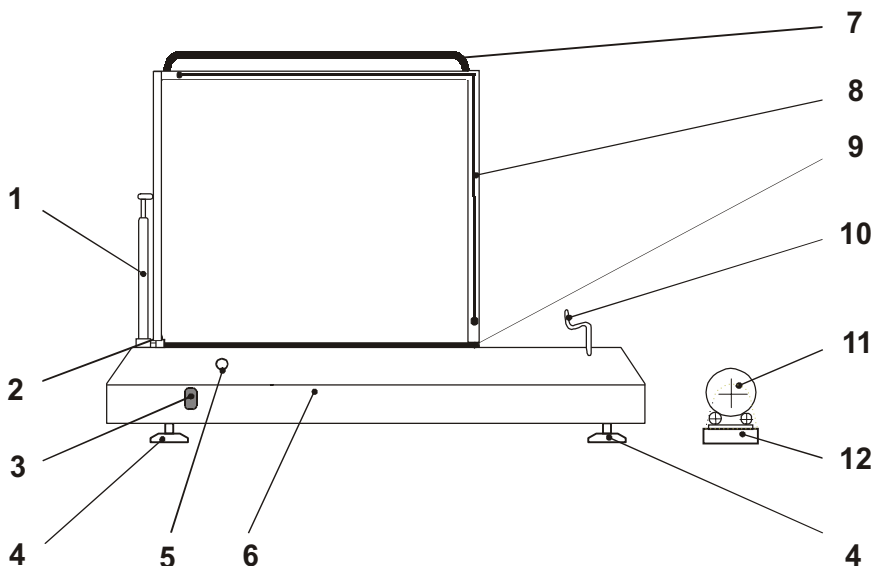

Рис. 1. Схема аппарата ТПЦ-200Н
Упаковочный аппарат ТПЦ-200Н (рис.1) состоит из металлического корпуса 6, импульсного ножа 8, расположенного на подпружиненной раме. Рассекатель 10, установленный на аппарате, необходим для разделения двух слоев полурукава пленки и облегчения последующего вложения в него пакуемого продукта.
1. Выключить кнопку «Сеть» 3 (рис. 1).
Температура нихромовой нити термоножа 8 (рис.1) может достигать значительных величин, превышающих стойкость тефлонового покрытия. Конструкцией предусмотрено специальное реле времени, которое ограничивает длительность импульса тока (1,8 сек.), поэтому температура ножа не превышает критических величин.